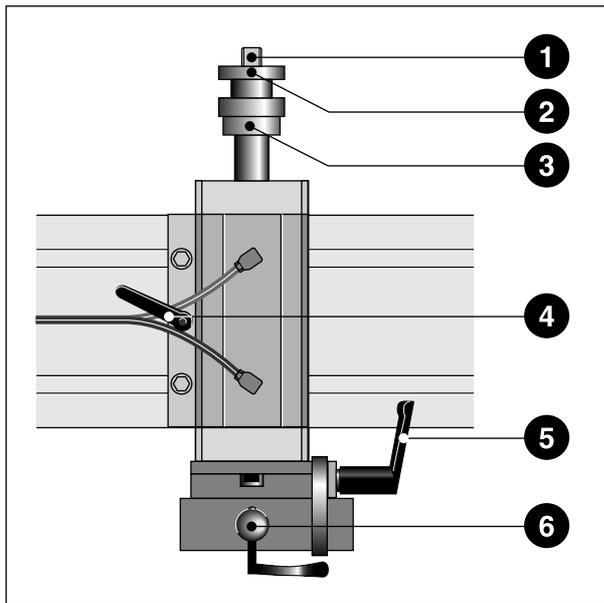

Bild 5-10. Vorrakelzylinder
- \* Lösen Sie den Klemmhebel (5, Bild 5-10) an beiden Zylindern und stellen Sie an beiden Schwenkplatten denselben gewünschten Winkel ein (Grundeinstellung 70 °). Ziehen Sie anschließend die Klemmhebel wieder fest.
Um das Sieb beim Absenken der Vorrakel nicht zu beschädigen, sollten Sie als Ausgangswert den Vorrakelhub - wie unten beschrieben - so einstellen, dass die Kontermutter (2, Bild 5-10) bei 15 mm auf der Skala 1 steht.